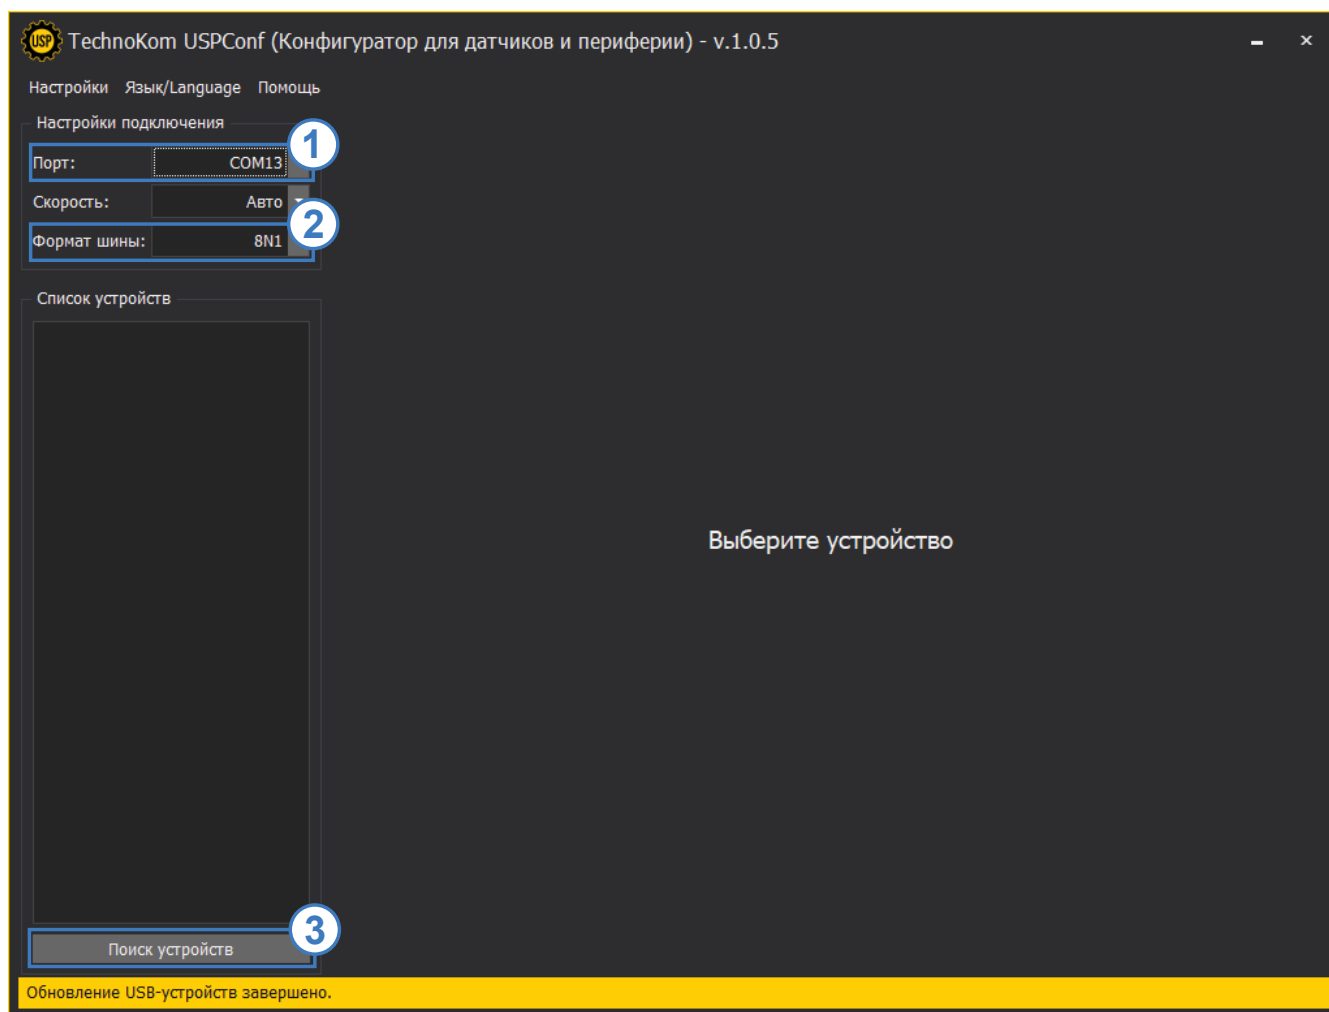

Рис.8. Поиск датчиков угла наклона ТКАМ
1. В программе USPConf выберите COM-порт к которому подключен датчик (**Рис.8, п.1**). Посмотреть порт можно в Диспетчере устройств системы.
2. Настройте формат шины (**Рис.8, п.2**). По умолчанию – 8-N-1.
3. Нажмите на кнопку «Поиск устройств» (**Рис.8, п.3**).